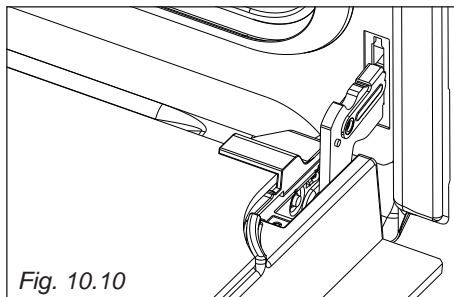

Fig. 10.10
- Aprire completamente la porta del forno (fig. 10.10).